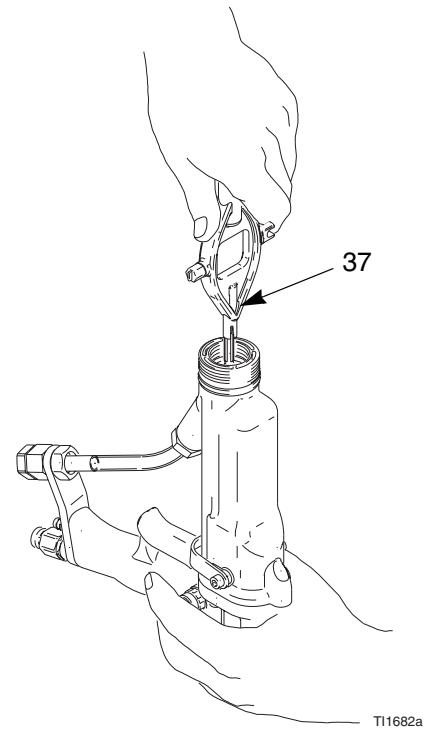

Abb. 25. Austausch der Elektrode
3. Die Elektrode (29) mit dem Multifunktionswerkzeug (37) abschrauben. Das Ende der Packungsstange (26h) halten, damit sie sich nicht drehen kann; ABB. 25.